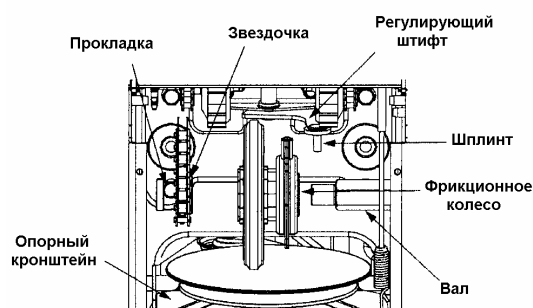

Рис. 22
5. Передвиньте вал зубчатой передачи вправо и снимите фрикционный диск с него (см. рис. 22).
9. Замените резиновое кольцо, с одинаковой силой затяните четыре винта. Следите за тем, чтобы кольцо было ровно расположено в диске. Вставьте кронштейн переключателя скоростей во фрикционный диск (см. рис.22).